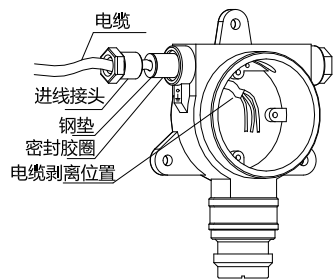

图 5 安装结构示意图
- 按照图 5 所示顺序将电缆穿过进线接头或防爆挠性管、钢垫、密封胶圈、探测器进线口, 最后必须用工具拧紧, 以使密封胶圈完全抱紧传输电缆, 防止漏气/液体。